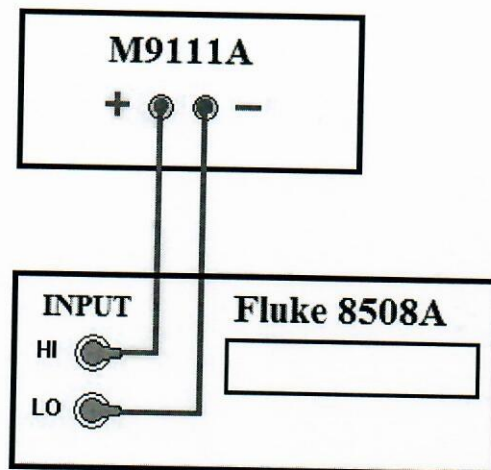

Рисунок 7 – Структурная схема соединения приборов для определения абсолютной погрешности воспроизведений и измерений напряжения постоянного тока
– разъемы поверяемого источника соединить при помощи измерительных проводов с соответствующими разъемами мультиметра (см. рисунок 7);